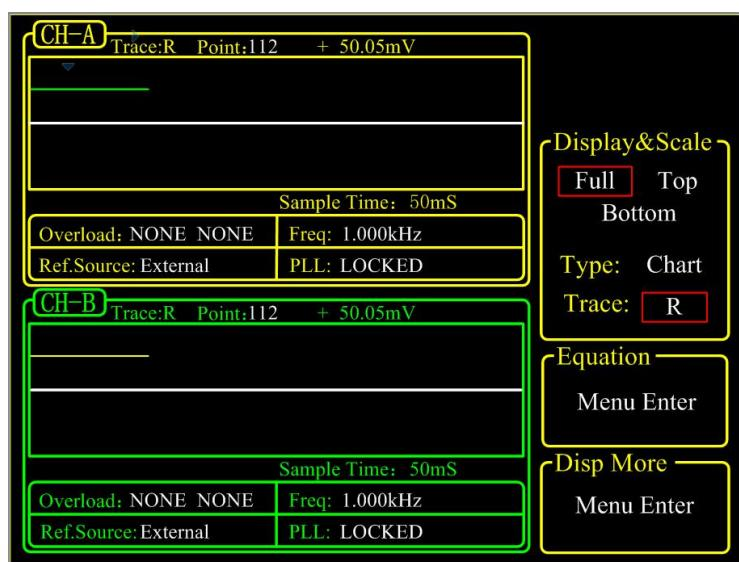

图 24. &lt;Full&gt;-&lt;Chart&gt;显示
2)<Chart>: XY 坐标图, 显示测量值得曲线图形, 可通过旋钮控制<Cursor>来查看采样点的数值大小, 经常与[SAMPLE]子菜单和 CONTROL 控制区域配合做测量数据的采集。如图 24 所示。